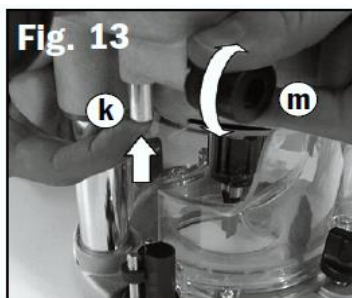

Fig. 13
Pastaba: Įsitinkinkite, kad gylis fiksiatorius (k) yra atlaisvintas (žiūrėti žemiau pav.(Fig.13)). Frezos griebtuvas neturi išlysti aukščiau frezerio pado (jei frezeris yra pritvirtintas prie CMT frezavimo stalo, tuomet virš stalo paviršiaus), veržliarakčio pagalba atsukite griebtuvo galvutę ir atlaisvinkite įvorę.
1. Atlaisvinkite gylis fiksiatoriaus užraktą (m) ir pilnai įstumkite gylis fiksiatorių į lizdą, po to užverškite pav.(Fig.13).